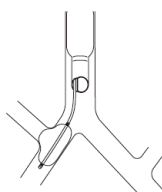

Fig.9
- Para la toracotomía derecha, coloque e infle el manguito del bloqueador para que se hernie ligeramente en el bronquio del lóbulo superior. Esto ayudará a fijar el manguito del bloqueador en su posición y bloqueará firmemente el bronquio del tallo principal derecho (Fig. 9).